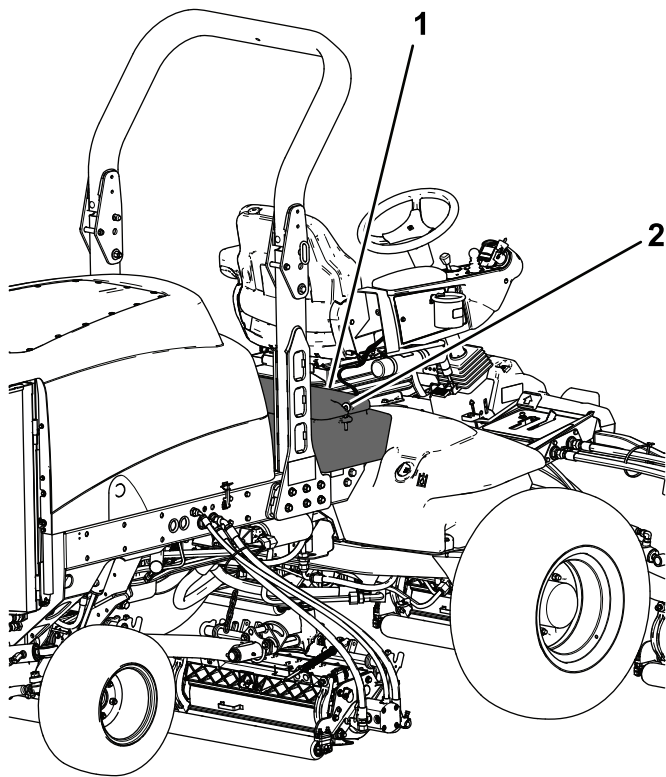

Figura 57
2. Desenganche y levante el panel de la consola del operador (Figura 57).